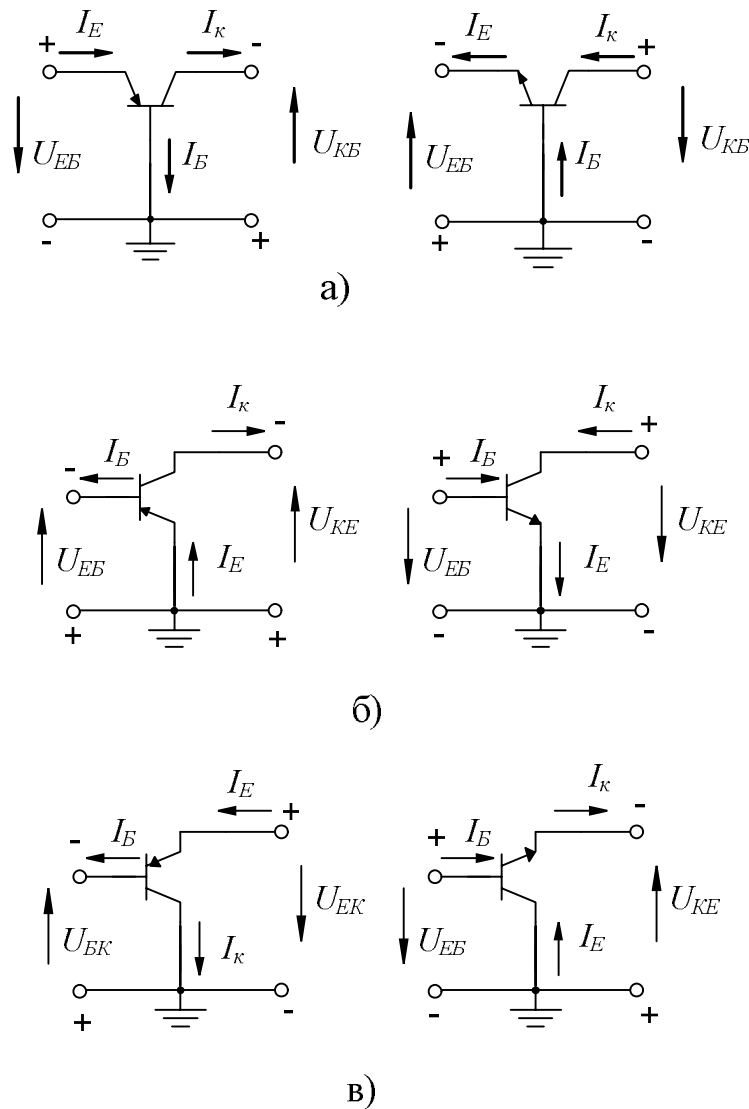

Рис. 3.3. Схеми включення біполярного транзистора:
- з спільною базою (СБ) рис. 3.3 (а);
- з спільним емітером (СЕ) рис. 3.3 (б);
- з спільним колектором (СК) рис. 3.3 (в).